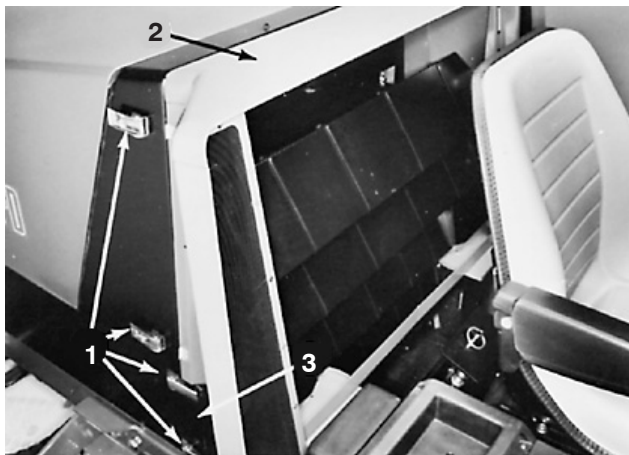

Figure 42
B. Déverrouillez les poignées de verrouillage de chaque côté et déposez le cadre de radiateur et le support de grille (Fig. 42).